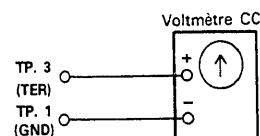

Fig. 42
- 2) Tout en étant en mode "arrêt", brancher le voltmètre CC sur TP. 3 (TER) et TP. 1 (GND). (Fig. 42).